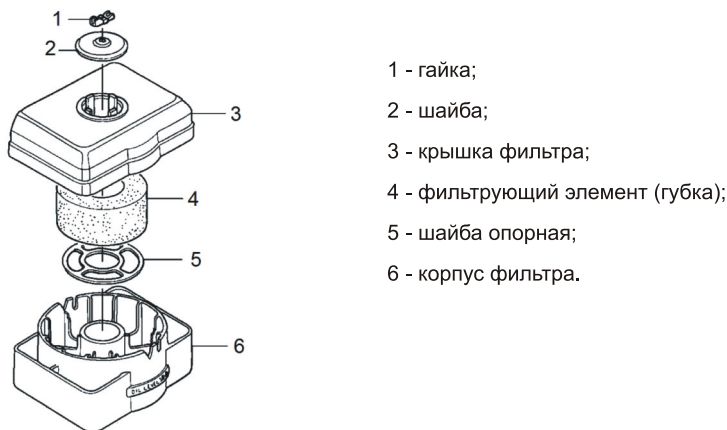

Рис. 14
1. Открутите гайку крышки воздушного фильтра (Рис. 14).